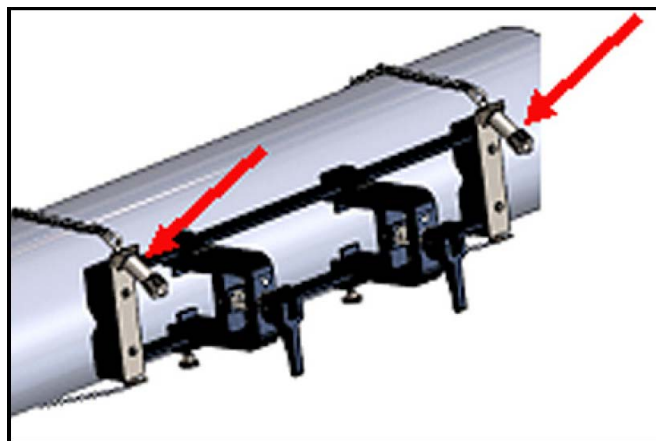

Figura 16: Sujete el accesorio a la tubería
9. Después de llevar a cabo la alineación definitiva, apriete totalmente ambas cadenas girando la tuerca de la parte superior de ambos mecanismos de rosca de la cadena (véase Figura 16 más abajo) hasta que la cadena esté lo bastante apretada para resistir cualquier movimiento del accesorio.